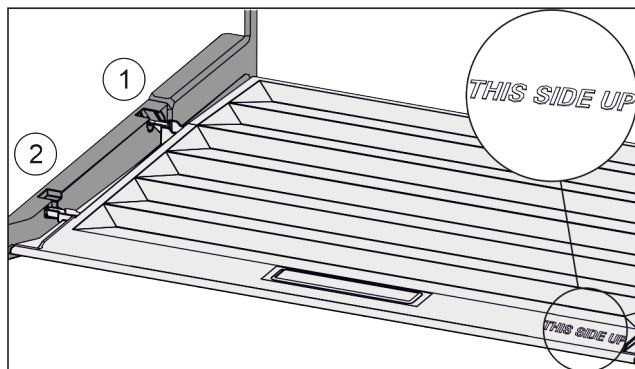

Fig. 82
- ▶ Prečke poklopca uvedite preko otvora stražnjeg držača Fig. 82 (1) i uglavite ih u držač Fig. 82 (2).